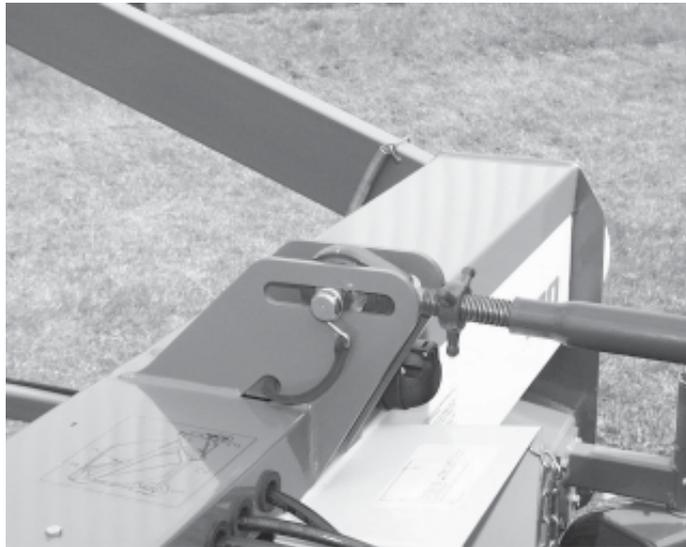

Abb. 7
- Vorspannen des Oberlenkers bis zur Hälfte des Langloches (siehe Abb. 7). Um diese Einstellung durchzuführen müssen sich der Schlepper und die Maschine auf einer ebene Oberfläche befinden. Das Langloch am oberen Dreipunkt erlaubt der Maschine dem Profil des Geländes zu folgen.